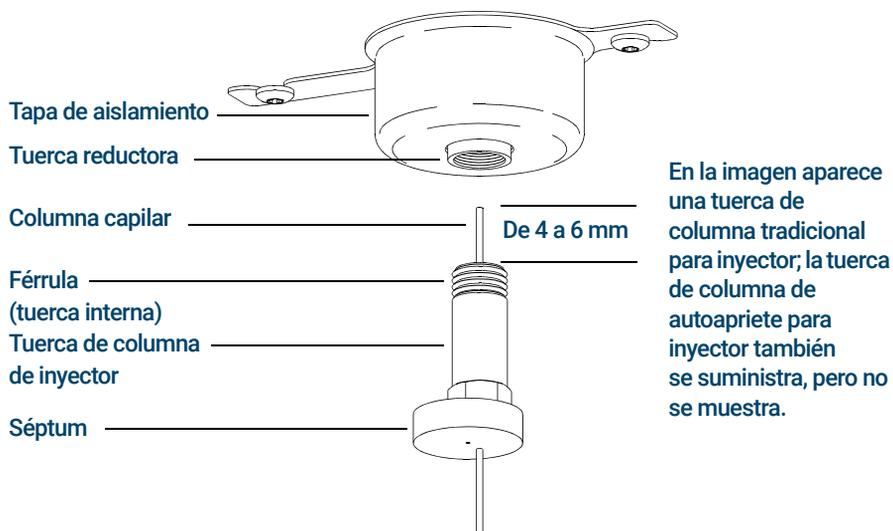

Figura 19. Instalación de una columna capilar en un inyector split/splitless
- 7 Coloque el séptum bajo la tuerca de la columna, de forma que esta sobresalga entre 4 y 6 mm respecto al extremo de la férula. (Consulte la **Figura 19** en la página 92).
Si usa una tuerca de columna estándar (mostrada en la **Figura 19**), apriétela entre 1/4 de vuelta y 1/2 vuelta más. La columna no debería deslizarse con un tirón suave.